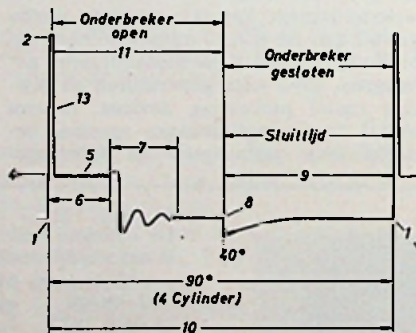

Fig. 2
Het verloop van ontstekingscyclus zien we in fig. 2. Bij het sluiten van het ontstekingsslot OS komt de batterijspanning op de primaire van de bobine, die via het onderbrekingscontact OC met het andere eind aan massa ligt. Wanneer Oc opengaat (bij 1 in fig. 2) wordt de stroom in de bobine onderbroken, het magneetveld valt in elkaar en in de secundaire wordt een hoge spanning ontwikkeld. Onbelast, dus zonder bougie, loopt de spanningpiek op tot 40 kV, maar normaal springt er een vonk over, die bij punt 2 een hoogte van 12 à 15 000 V bereikt. De spanning zakt bij het overspringen van de vonk in elkaar en de brandlijn (5) ontstaat, met een spanning van ca. 3000 V. De duur van deze vonk (6) hangt af van:
Overslag en isolatiefouten komen er aldus uit. In de volgende positie worden de spanningval over de contacten alsmede het spanningverloop op de scoop zichtbaar gemaakt. Dit is een meting tijdens bedrijf, waarbij de zaak dynamisch wordt doorgelicht. De statische metingen op dit punt met de ohmmeter wijken hiervan sterk af en geven geen goed beeld van de toestand van de contactpunten. In de volgende stand kan de sluihoek goed worden afgelezen op de scoop (afb. 5). Op de foto is het geijkte meetraster tijdelijk verwijderd. Hier herkennen we duidelijk de in fig. 2 getekende kromme. We zien in afb. 5 dat de ontstekingsfasen van elk der vier cilinders over elkaar zijn geschreven. De lijntjes 8 (fig. 2) zitten naast elkaar, hetgeen wijst op onregelmatig geplaatste sluit-nokken (is geen ramp: de plaats van het openen is belangrijker). De volgende stand geeft een stroboscoop-flitser, die dient om het juiste ontstekingsstijdstip in te stellen.